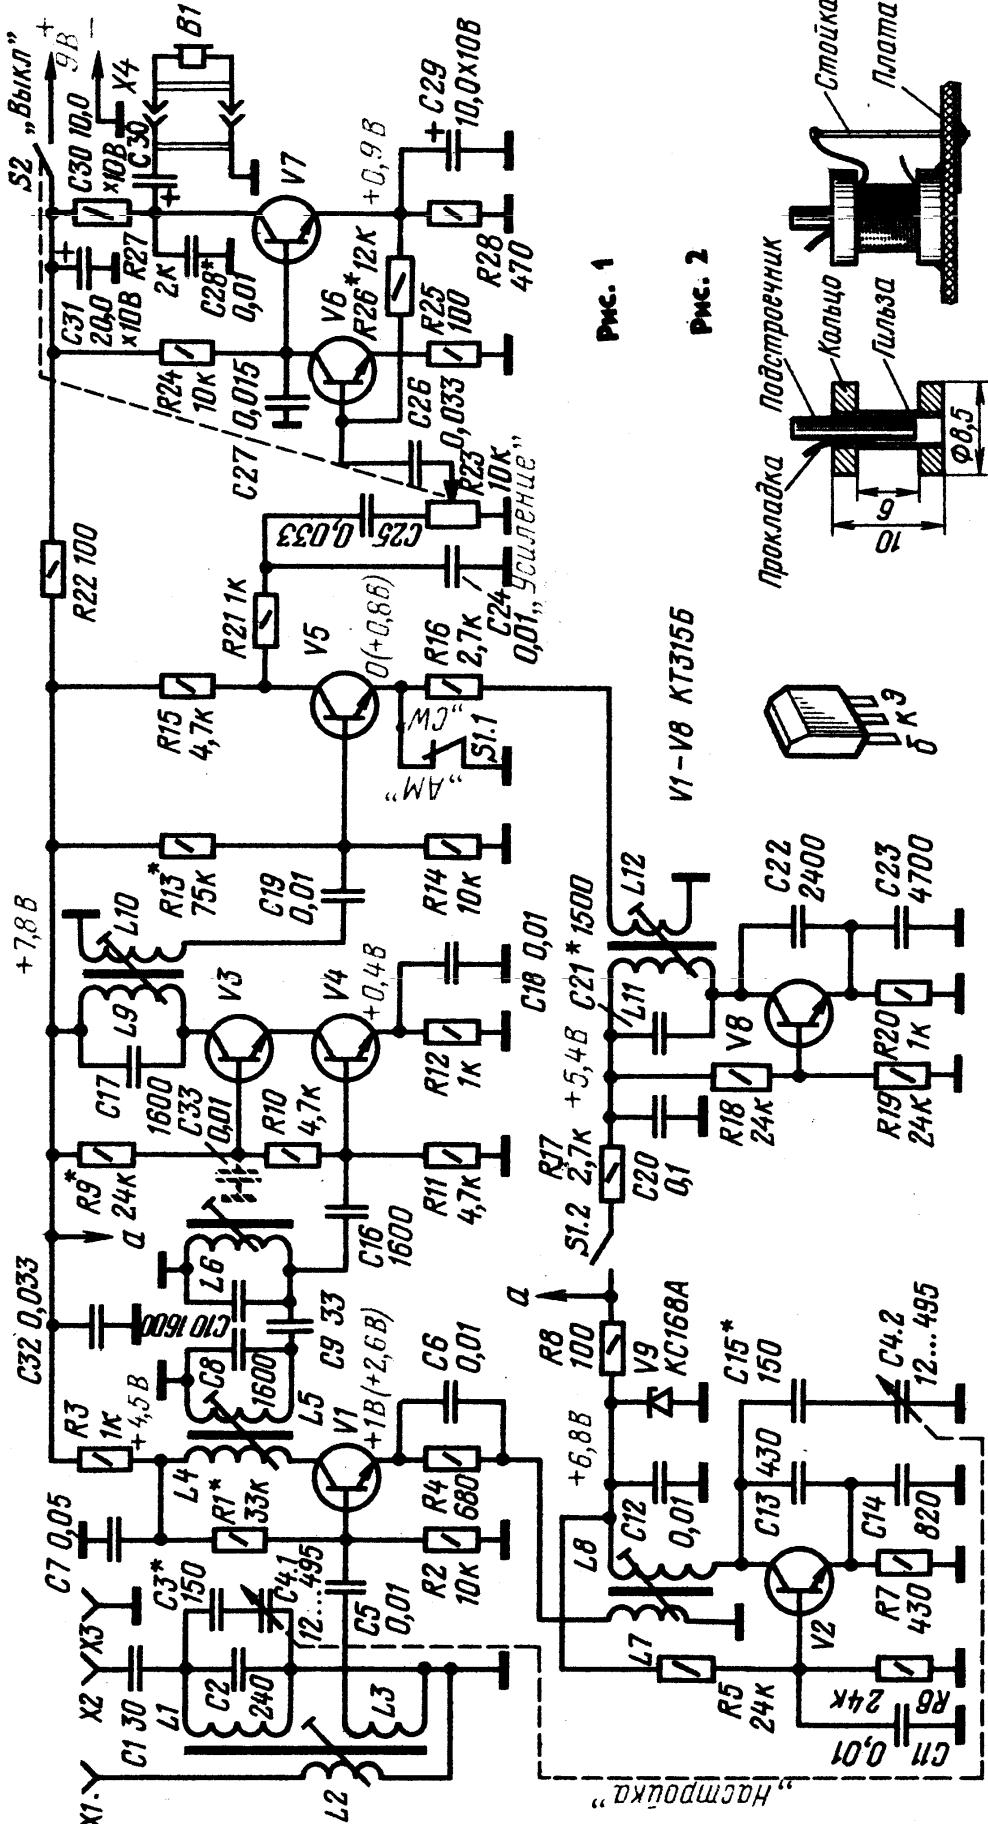

Рис. 1
Для освоения 160 - метрового (1,8 МГц) диапазона радиолюбитель, имеющий некоторый опыт конструирования и налаживания радиовещательной аппаратуры, может изготовить простой самодельный приемник. Принципиальная схема этого приемника изображена на рис. 1. Он представляет собой восьмитранзисторный супергетеродин, предназначенный для приема станций, работающих в 160 - метровом диапазоне телефоном с амплитудной модуляцией (AM), телеграфом (CW) и однополосной модуляцией (SSB). Чувствительность приемника в режиме AM - 10 мкВ, в телеграфном режиме - около 20 мкВ при соотношении сигнал/шум в 3 раза. Приемник рассчитан на работу с наружной антенной, например, типа «наклонный луч» длиной 15...20 м.